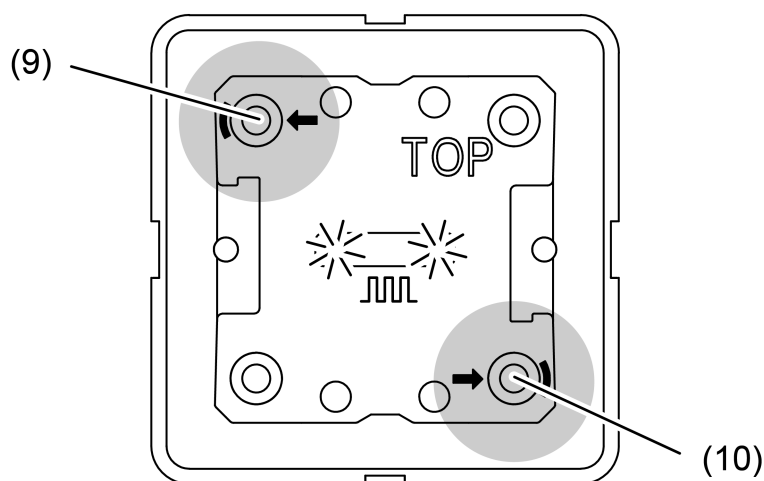

Bild 6: Tasten zur Aktivierung des Programmiermodus
- Programmiermodus aktivieren: Taste oben links (9) drücken und halten. Anschließend Taste unten rechts (10) drücken (siehe Bild 6). Die Status-LED blinken schnell (ca. 8 Hz). Programmiermodus ist aktiviert.